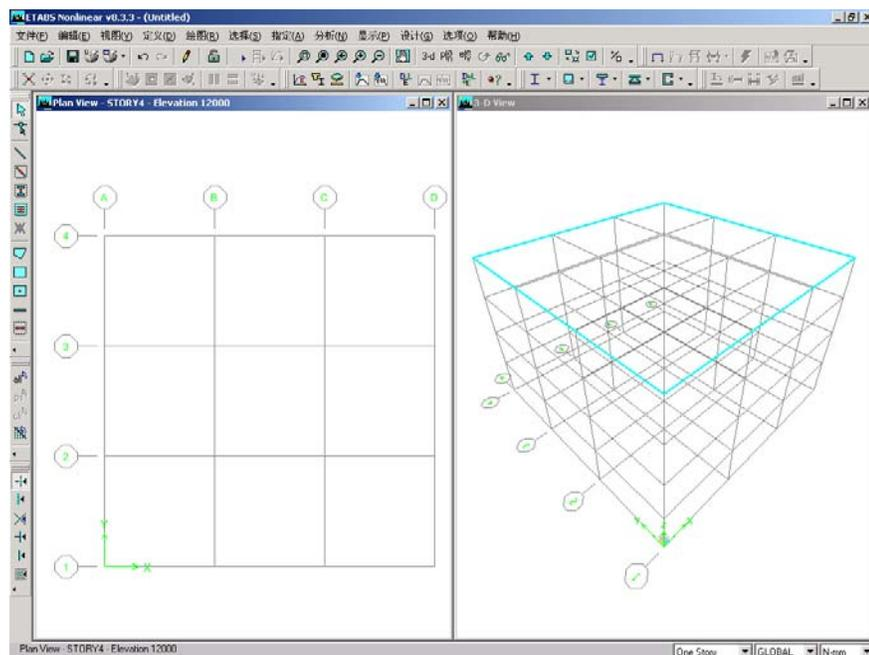

图 5-1 ETABS 主窗口
在点击建立平面轴网系统和楼层定义对话框上的**确定**按钮之后，模型将出现在屏幕上带有两个纵向平铺视图窗口（左边是平面视图，右边是3D视图）的主ETABS窗口中，如图5-1所示。使用**选项菜单 > 窗口**命令，可以改变视图窗口的数量。
**注意：**在图5-1中，平面视图处于**激活**状态。在窗口处于激活状态时，将**高亮显示**该显示标题栏。通过点击视图窗口中的任何地方，可激活该视图。